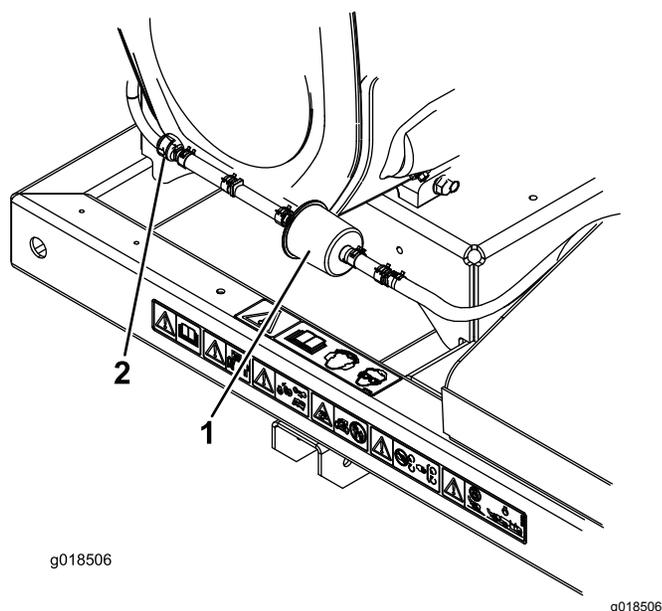

図 18
2. カーボンキャニスタ・パージラインフィルタの前後両側についているホースクランプをゆるめてフィルタから遠い位置に移す 図 18。
3. カーボンフィルタを外して捨てる 図 18。
4. 新しいフィルタをホースに取り付けるフィルタについている矢印がチェックバルブの方を向くように取り付け、ホースクランプで元のように固定する 図 18。